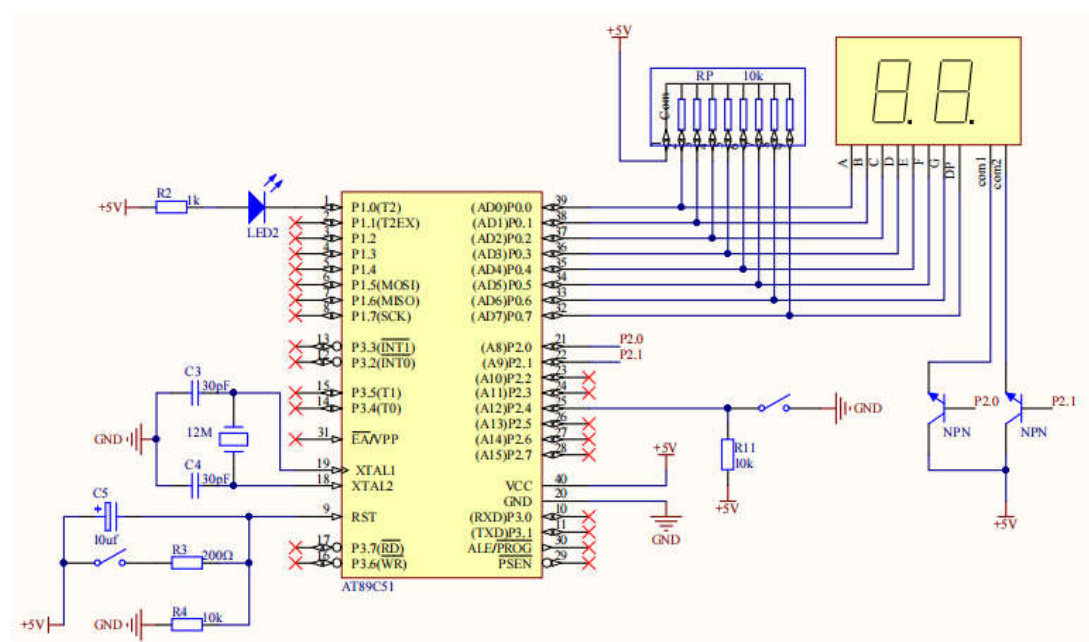

图 4.1 两位数码管应用电路
- 1、参考图 4.1 在 Protues 中绘制电路图；
- 4、参考图 4.1 在实验板上焊接电路，下载程序，运行系统，观察实验现象（按键每按下一次，数码管显示的数字加一）；